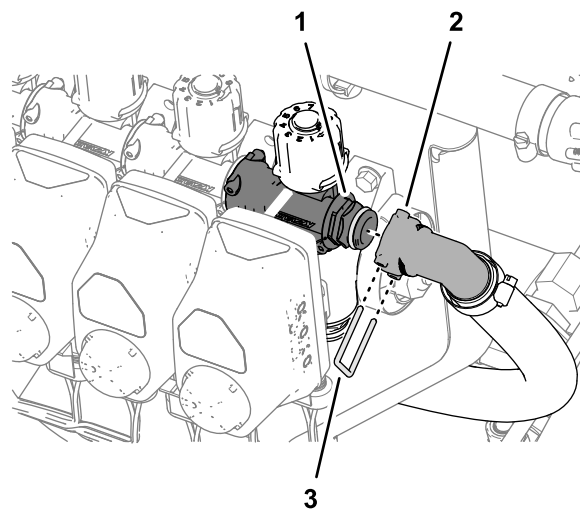

Рисунок 112
2. Подсоедините быстроразъемный штуцер перепускного шланга к быстроразъемному штуцеру перепускного клапана на клапане сопла 10 (Рисунок 112).
3. Закрепите быстроразъемные штуцеры перепускного шланга и перепускного клапана с помощью держателя (Рисунок 112).